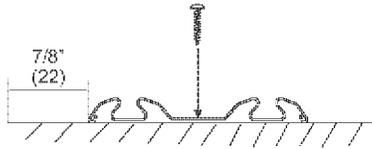

FIGURA 4
Ubique el borde principal en el carril de piso 16010 de 7/8" (22) desde la cara frontal de la jamba para que las puertas queden a plomo (Figura 4).